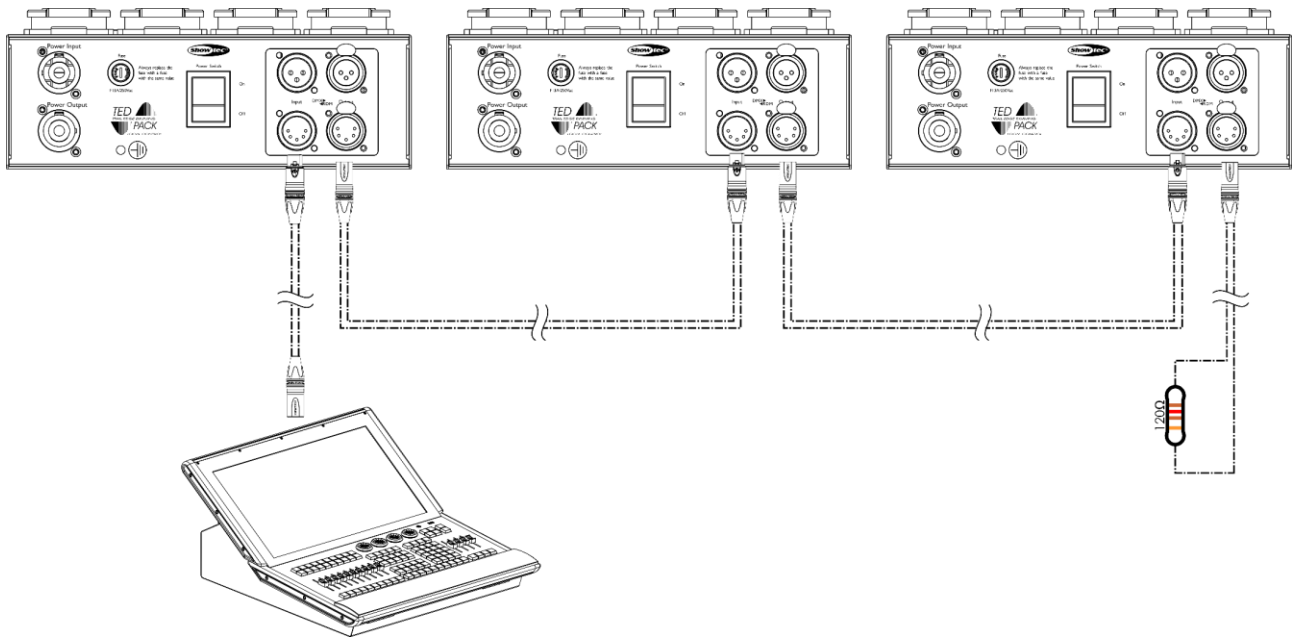

Abb. 11
- 01) Verwenden Sie ein 3-/5-poliges DMX-Kabel, um den DMX-Ausgang des Steuergeräts mit dem DMX-Eingang des ersten Geräts zu verbinden. Die **DMX-LED-Anzeige (A)** auf dem **Bedienfeld (02)** leuchtet auf.
- 03) Verbinden Sie die gewünschte Anzahl an Geräten auf diese Weise in Reihenschaltung hintereinander wie in Abb. 11 gezeigt.